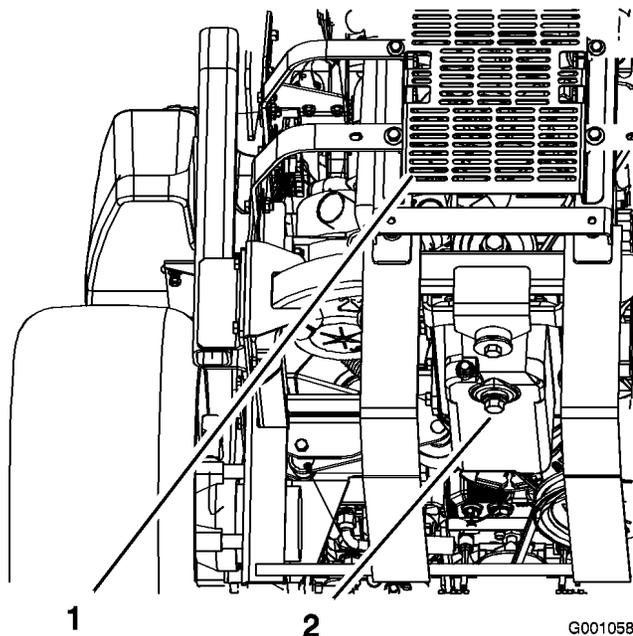

Figure 37
5. Placez un bac de vidange sous l'orifice de vidange. Retirez le bouchon de vidange et laissez s'écouler toute l'huile (Figure 37).